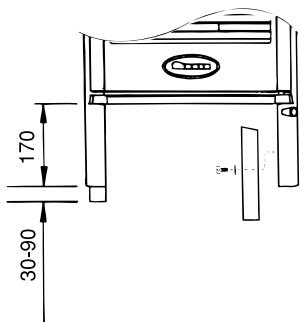

Fig. 5 Montering av ben og høydejustering
3. Dersom benforlengere skal monteres (tilleggsutstyr) gjøres dette som vist på fig. 5). Med benforlengere kan høyden justeres fra 30 - 90 mm.